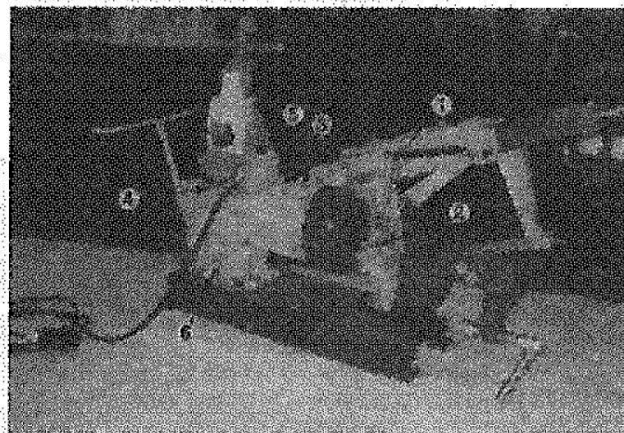

Рис. 2
8. Что изображено на рис. 2 под № 1
9. Назначение рукоятки (рис. 2)
10. Что изображено на рис. 2 под № 2
11. Назначение горловины гидроцилиндра (рис. 2)
12. Что изображено на рис. 2 под № 3
13. Что изображено на рис. 2 под № 4